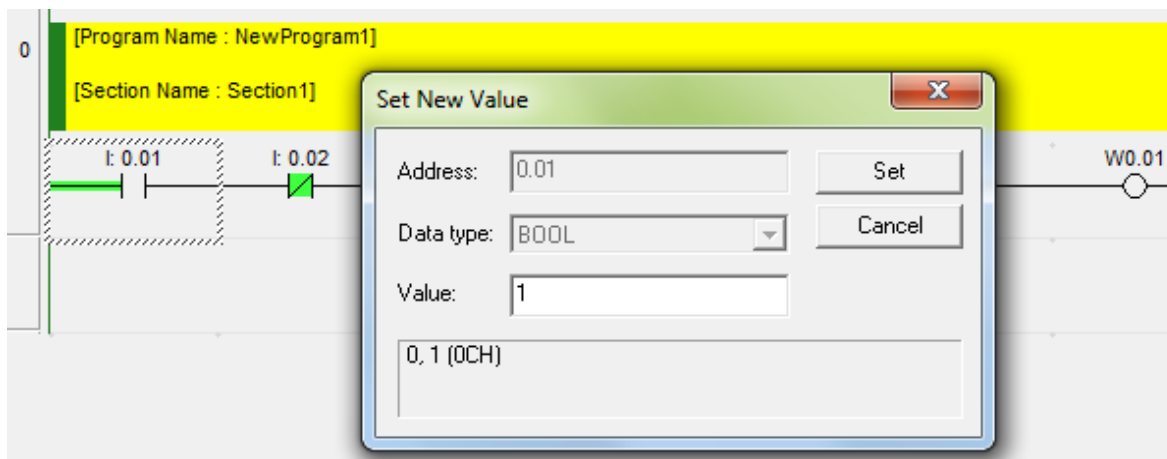

Рисунок 49 – Имитация ввода входного сигнала
3. Для имитации ввода значения входных сигналов дважды щелкните по обозначению соответствующего контакта. Откроется диалоговое окно [Set New Value] (Установить новое значение), в котором задается значение входного сигнала (рисунок 49).